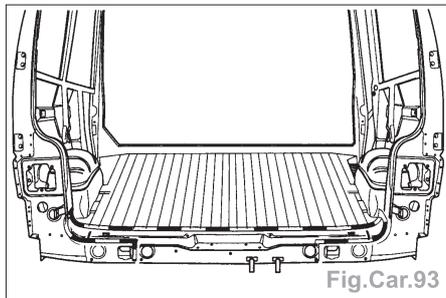

Fig.Car.93
- Si possible, réaliser le découpage sur la traverse arrière comme indiqué (Fig. Car.93).